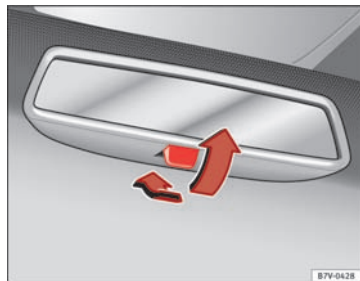

Fig. 64 Bakspejl med manuel afblænding
- For at afblænde spejlet skal du trække armen bagud ⇒ Fig. 64.